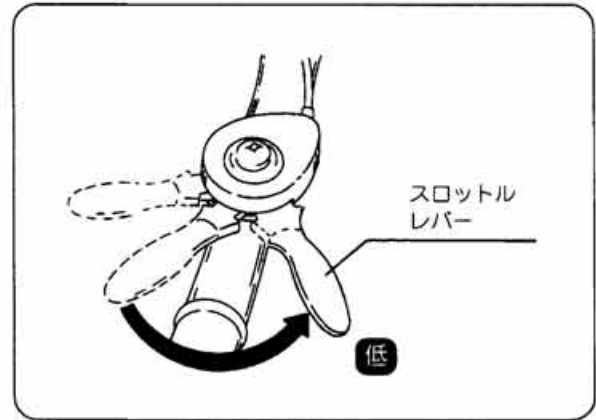

図29
- ① スロットルレバーを [低速] 位置にもどし、停止スイッチを [OFF] 位置にしてください。(図29・30)